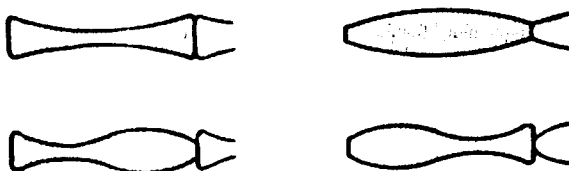
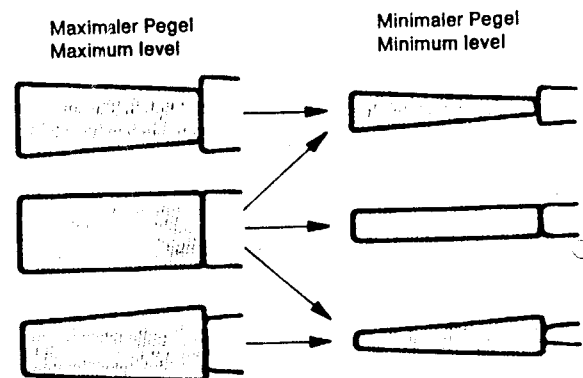

Fig. 4.25 Falsche Signalformen
Fig. 4.24 Richtige Signalformen
4. Set the tracking control to AUTO. The maximum signal should be almost maintained. With correct adjustment the signal waveform should be as shown in Fig. 4.24. For incorrect signal waveform see Fig. 4.25.
4. Spurlagereger auf AUTO. Es sollte annähernd maximales Signal erhalten bleiben. Bei richtiger Einstellung sollten die Signalformen wie in Fig. 4.24 aussehen. Falsche Signalformen siehe Fig. 4.25.